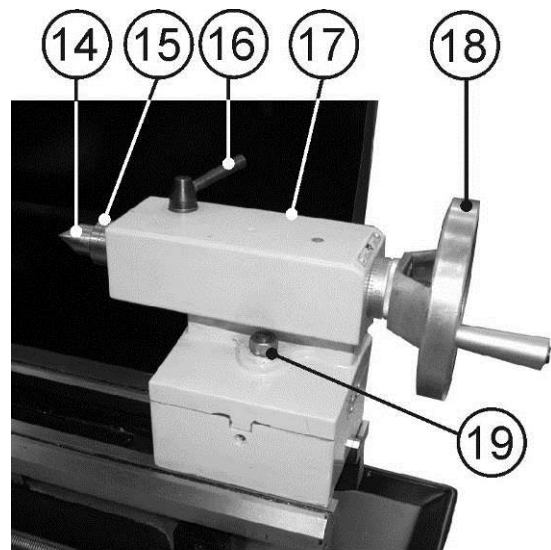

Рис.10
фиксирующей положение задней бабки (17). Поверните ручку фиксации положения пиноли (16) против часовой стрелки. Маховиком перемещения пиноли (18) по часовой стрелке необходимо поджать центр (14). Поворотом ручки фиксации положения пиноли (16) по часовой стрелке зафиксируйте установленное положение пиноли (15), Рис. 10.